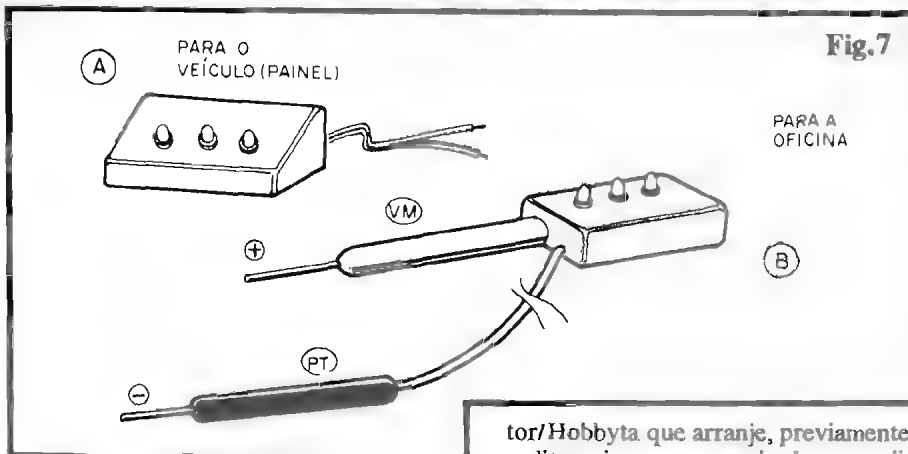

Fig. 7
- **FIG. 7 - SUGESTÕES PARA A APRESENTAÇÃO FINAL** - No item "A" vemos uma sugestão para utilização do BATS em painel, podendo o circuito ficar numa caixinha de frente inclinada, de modo que, fixado sob o painel do carro, a visualização seja fácil e direta... Vários **containers** padronizados, facilmente encontráveis no varejo especializado, se prestarão (em formato, tamanho, etc.) à acomodação/instalação do circuito nessa versão básica... Já no item "B" mostramos nossa sugestão para a acomodação final do circuito em utilização oficial: uma caixinha pequena, retangular (ou mesmo cilíndrica...), contendo a placa e evidenciando a trinca de LEDs indicadores, apresentando ainda a ponta de prova (vermelha) correspondente ao positivo, afixada ao próprio **container**... Uma derivação feita com cabo flexível não muito curto, pode conduzir a outra ponta de prova (preta), correspondente ao **negativo** (ou ainda a uma garra de conexão de "massa", convencional...). O conjunto ficará prático e confortável para utilização pelos eletricitistas, nas oficinas...